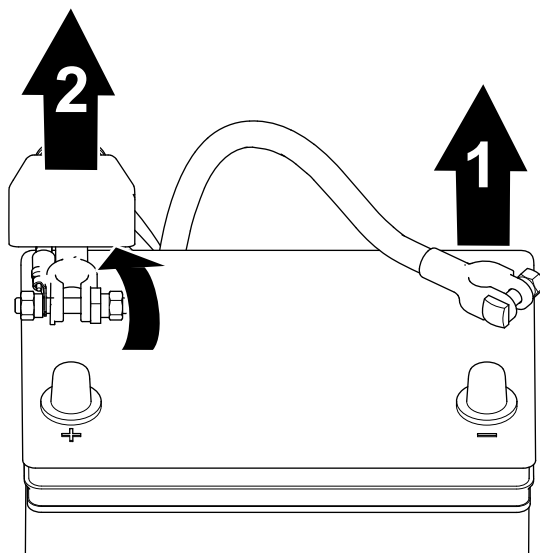

图 39
1. 从电池电极上断开负极电池接线图 39。
2. 提起绝缘体并从电池电极上断开正极电池接线图 39。